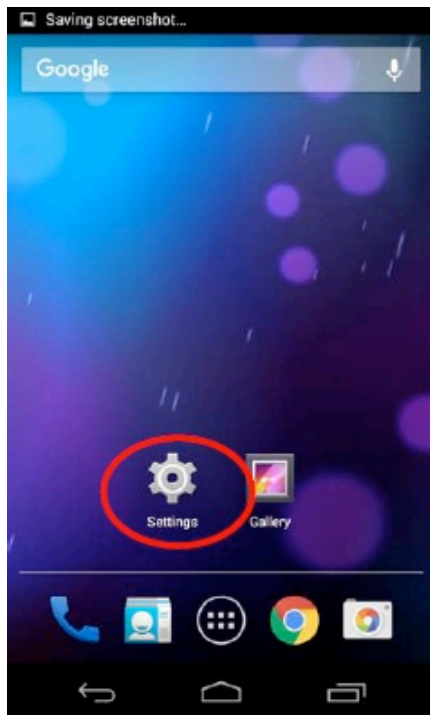

Figura 18
2.1 Ingrese a “Settings” del sistema (como se muestra en la Figura 18).
3.1 Ingrese a “Settings” del sistema (como se muestra en la Figura 18).